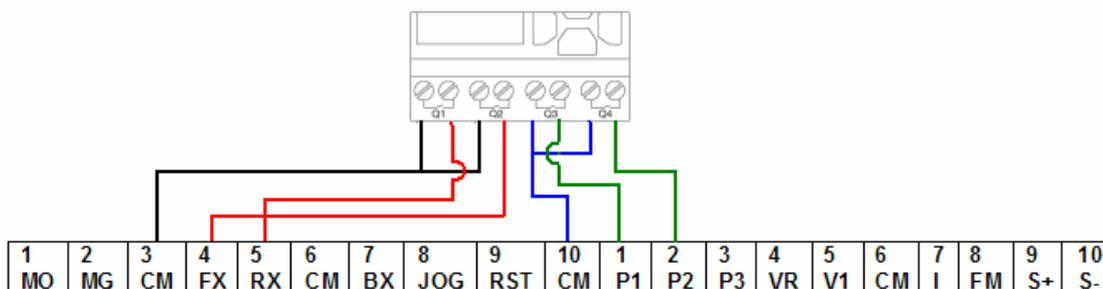

Figura. 6.51. Conexión de salidas del PLC a entradas del VFD
15. Conectar las salidas del PLC a los terminales de entrada del VFD como se indica en la Figura 6.51: